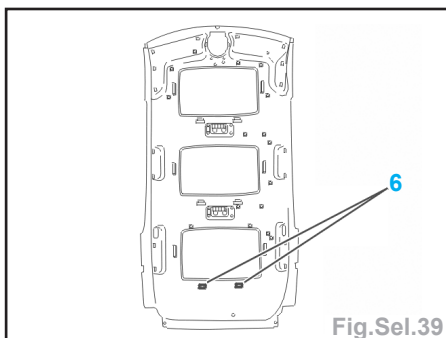

Fig.Sel.39
- Écarter la garniture au niveau du volet arrière et couper les deux bandes de colle (6) (Fig.Sel.39).